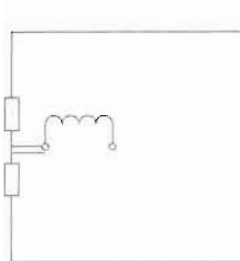

图 8-89
(1) 捕捉两个电阻的交点为起点, 使用直线命令绘制一条长度为 10 的直线。
(2) 使用偏移命令把直线向下偏移 2 个距离。
(3) 使用同样的方式在直线的右端点处插入电感, 效果如图 8-89 所示。